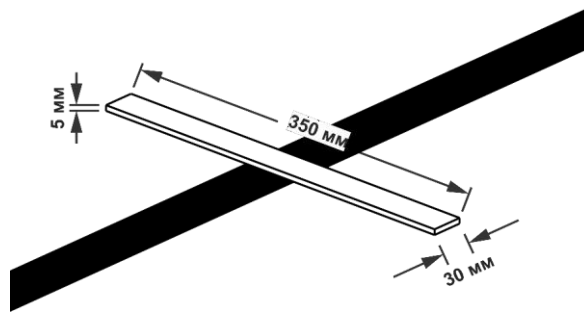

Рис.2 Бордюр
1. Бордюр представляє собою виступ на поверхні полігону, який розміщений перпендикулярно до головної лінії, виготовлений з ПВХ (Рис.2).